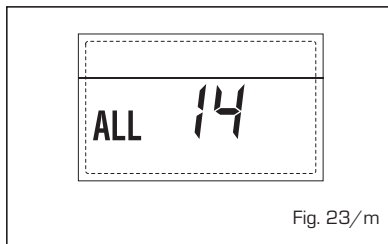

Fig. 23/m
- **ANOMALÍA DEL VENTILADOR "ALL 15" (fig. 23/n)**